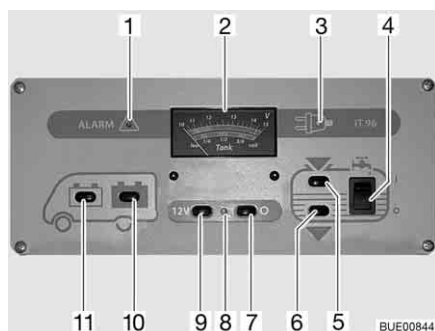

Fig. 151 Painel de controlo IT 96-2
O interruptor principal de 12 V (Fig. 151,7 e 9) liga e desliga o painel de controlo e a alimentação de 12 V do habitáculo.
Ligar: ■ Prima o interruptor (Fig. 151,9) "12 V": É ligada a alimentação de 12 V do habitáculo. A luz piloto (Fig. 151,8) acende-se com luz verde.
Desligar: ■ Prima o interruptor (Fig. 151,7) "O": É desligada a alimentação de 12 V do habitáculo. A luz piloto (Fig. 151,8) apaga-se.
No indicador V/Reservatório (Fig. 151,2) tenha em conta a escala superior. O indicador é automaticamente iluminado, logo que for premido um interruptor.
- Prima o interruptor (Fig. 151,11) : É indicada a tensão da bateria de arranque.
- Prima o interruptor (Fig. 151,10) : É indicada a tensão da bateria do habitáculo.
No indicador V/Reservatório (Fig. 151,2) tenha em conta a escala inferior. O indicador é automaticamente iluminado, logo que for premido um interruptor.
- Prima o interruptor (Fig. 151,5) "": É indicada a quantidade de água.
- Prima o interruptor (Fig. 151,6) "": É indicada a quantidade de águas residuais.
Ligar: ■ Prima o interruptor basculante (Fig. 151,4) em cima "I": O abastecimento de água está ligado.
Desligar: ■ Prima o interruptor basculante (Fig. 151,4) em baixo "O": O abastecimento de água está desligado.
A luz vermelha de aviso "ALARME" (Fig. 151,1) fica a piscar, logo que a tensão da bateria do habitáculo 11 V (medição durante o funcionamento) desça abaixo o nível mínimo, havendo assim ameaça de descarregamento total.
A luz piloto de 12 V (Fig. 151,8) acende-se, quando está ligado o interruptor principal de 12 V (Fig. 151,9).
A luz piloto amarela de 230 V (Fig. 151,3) acende-se, quando à entrada da central elétrica existe tensão de rede.